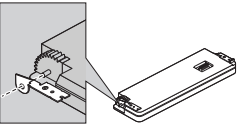

Fig. 11
1. Coloque los sujetadores en ambos lados del panel delantero. (Fig. 11)